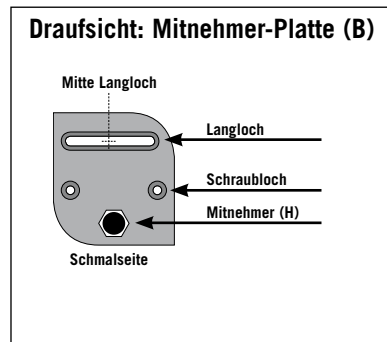
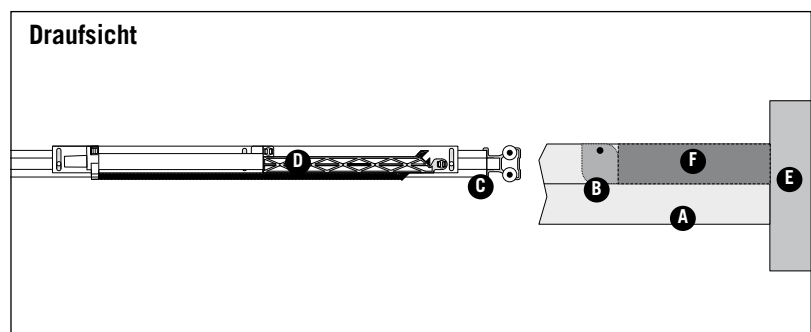

Bild 7 ▲
Bild 11 ▲
6: Damit die Türen mit dem Selbstzug in die richtige Position schließen, müssen nun die Mitnehmer-Platten mit den Schrauben an der richtigen Position in der Deckenschiene fixiert werden. Der mitgelieferte Abstandshalter (F in Bild 11) im Maß von 196 x 34 mm dient dafür als Hilfe.
Bitte beachten Sie: Jede Mitnehmer-Platte wird mit insgesamt 3 Schrauben (1 Schraube für das Langloch, 2 Schrauben für die Schraublöcher) in die Deckenschiene montiert (Bild 7).
7: Bei den Türen, die an eine Wand oder einen Schrankstollen grenzen, wird der Abstandshalter folgendermaßen verwendet: Drücken Sie eine Längskante des Abstandshalters (F) in die Deckenschiene (A) an die Wand/Stollen (E). Schieben Sie die Mitnehmer-Platte (B) an den Abstandshalter (Bild 11). Setzen Sie eine Schraube in die Mitte des Langloches der Mitnehmer-Platte (Bild 7) und ziehen diese an. **Die beiden anderen Schrauben noch nicht verwenden.**
8: Bei den Türen, die nicht an eine Wand oder einen Schrankstollen grenzen, wird zunächst die gewünschte Schließposition der Tür in der Deckenschiene markiert. Drücken Sie nun den Abstandshalter an die Markierung in der Deckenschiene. Schieben Sie die Mitnehmer-Platte an den Abstandshalter. Setzen Sie eine Schraube in die Mitte des Langloches der Mitnehmer-Platte (Bild 7) und ziehen diese an. **Die beiden anderen Schrauben noch nicht verwenden.**